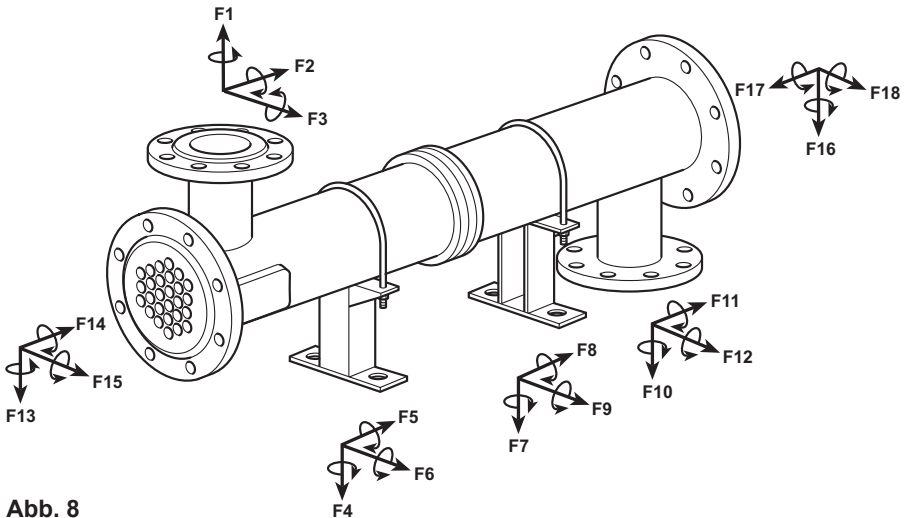

Abb. 8
- 4.9** Abbildung 8 veranschaulicht die möglichen Anschlüsse der Rohre. Es ist auch zulässig, große gebogene Rohre oder flexible Verbindungen zu verwenden.